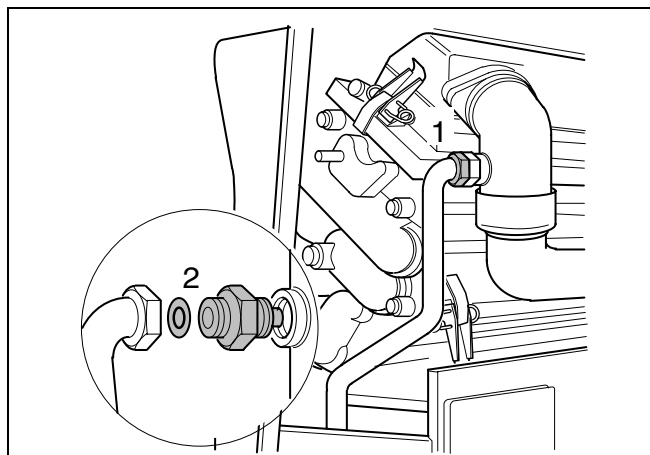

Fig. 45 Sostituire l'ugello del gas
- Allentare il collegamento a vite dell'ugello del gas (fig. 45, pos. 1) e rimuovere l'ugello del gas (fig. 45, pos. 2).